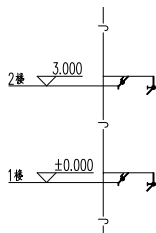

图 10-55 打开关闭图层素材
① 按 Ctrl+O 组合键，打开配套光盘提供的“第 10 章/ 10.2.5 关闭图层.dwg”素材文件，结果如图 10-55 所示。